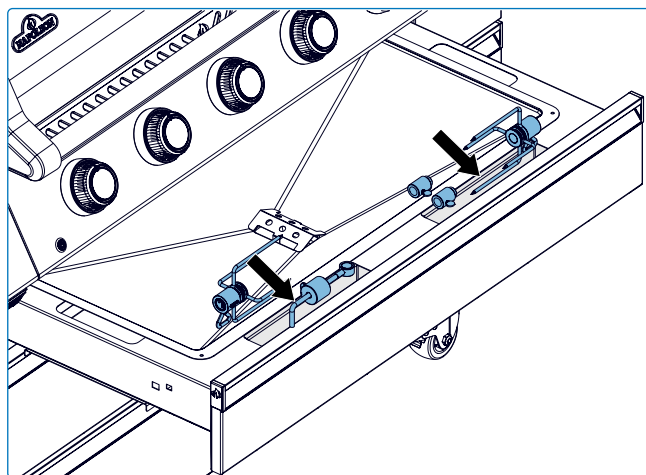
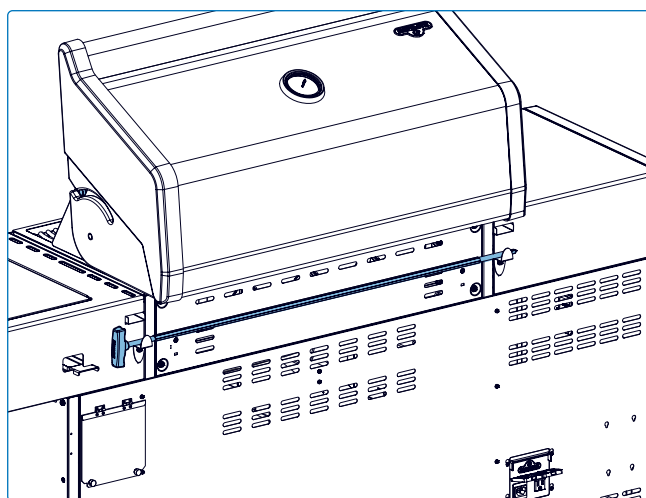

Fig.10
Fig.11
- Opbevar rotisseridelene på de udpegede klips inde i vognskabet og rotisseristangen bag på grillen, når de ikke er i brug. Dette holder dem sikre, beskyttet mod vejrpåvirkning og nemme at få fat i til næste gang, du skal grille. Sørg altid for, at delene er rene og tørre, før de opbevares, for at forhindre korrosion (**Fig. 10 & Fig.11**).